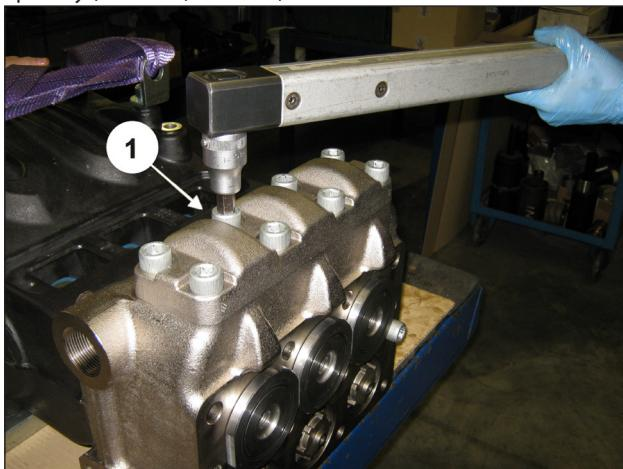
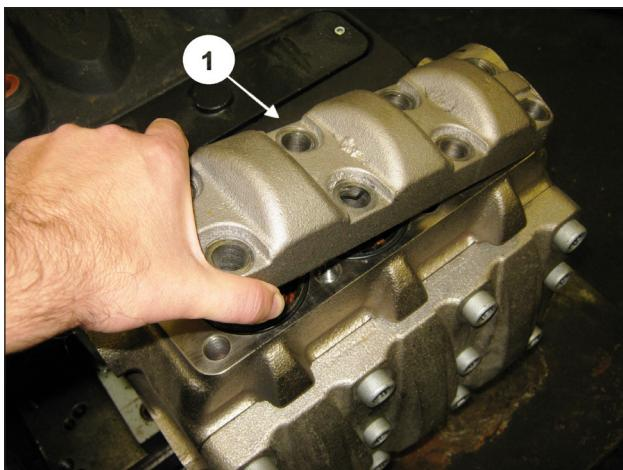

Рис. 100
Рис. 101
Открутите 8 винтов M16x45 на крышке узла нагнетательных клапанов (поз. ①, Рис. 100) и снимите крышку (поз. ①, Рис. 101).